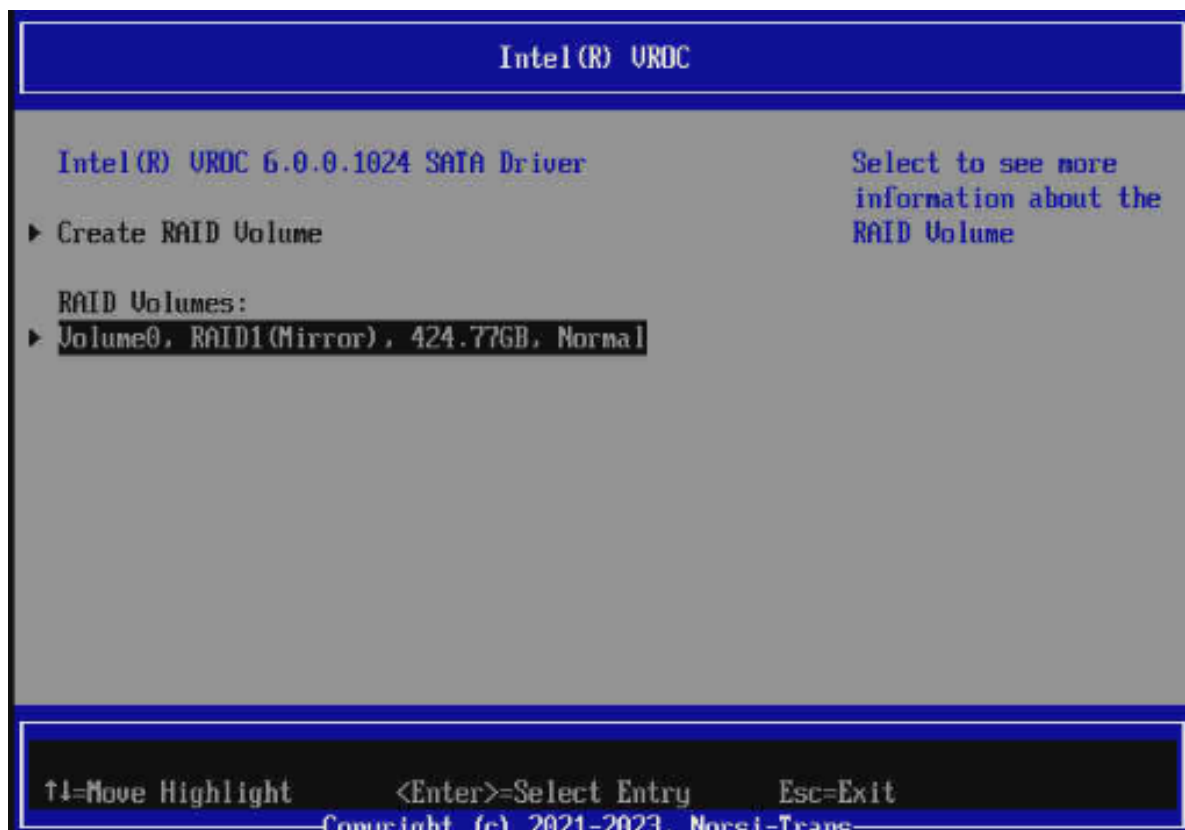

Рис. 76. Меню Intel (R) VROC с готовым массивом
8) После проделанных действий сохраняем конфигурацию нажатием кнопки «F10». Окно показано на рис. 76 Меню Intel \(R\) VROC с готовым массивом